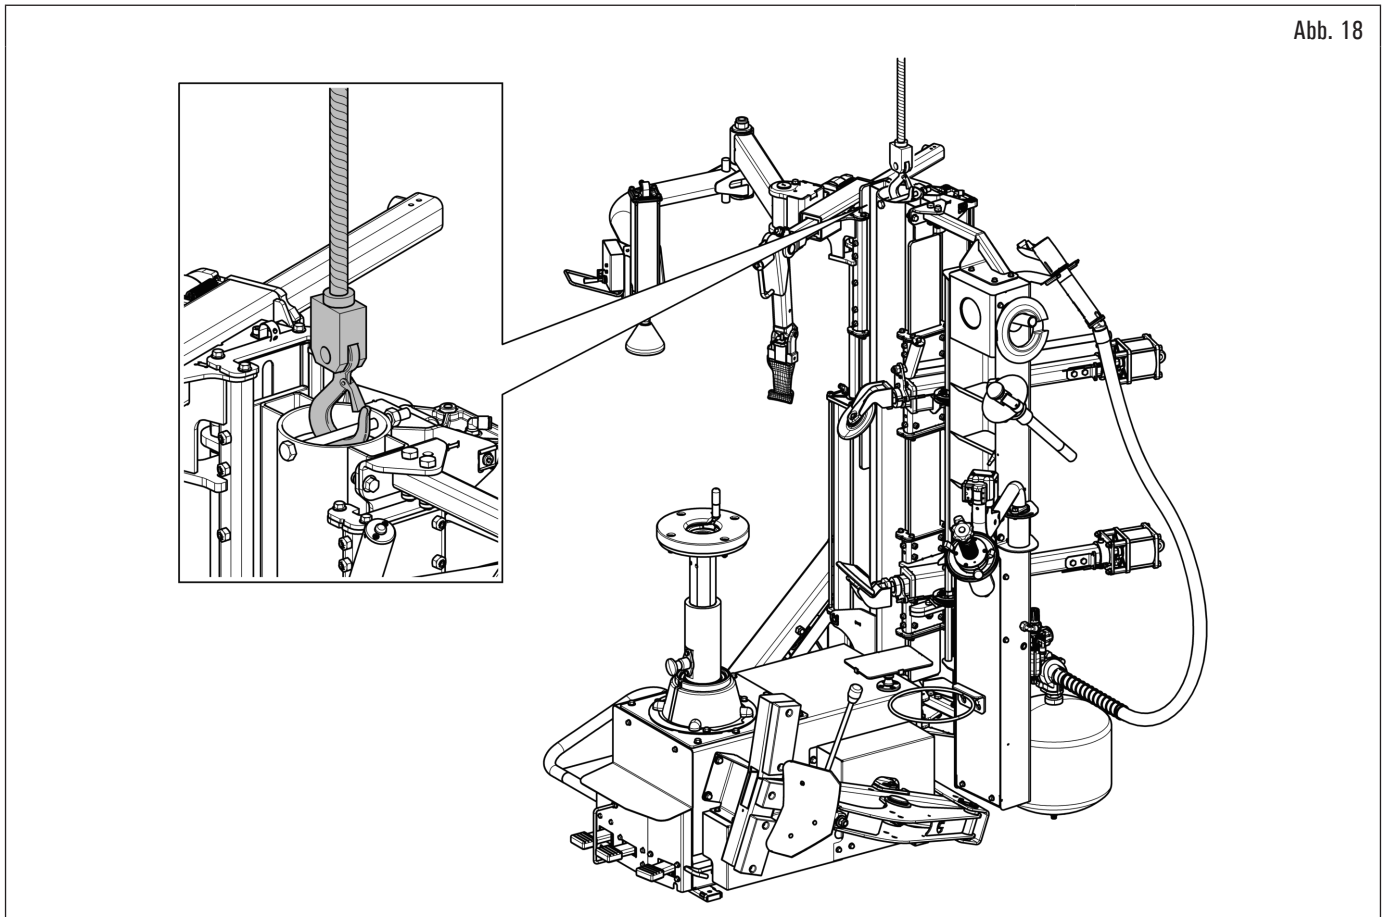

Abb. 18
- Verwenden Sie Riemen mit einer Tragfähigkeit von mehr als 2500 kg (5500 lbs), wie in Abb. 18 dargestellt.